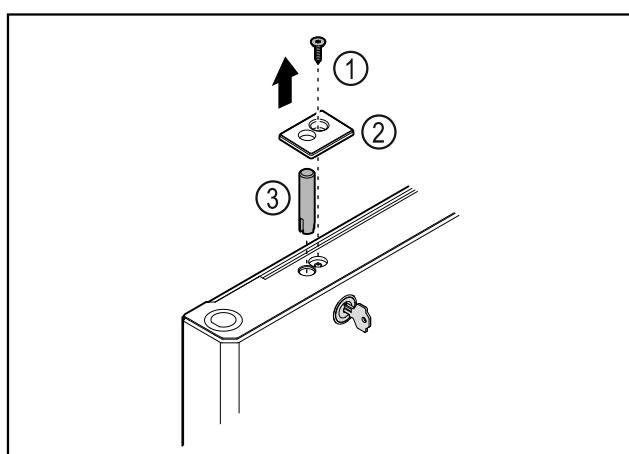

Fig. 42
- Отстранете винта Fig. 42 (1).
- Откопчайте капака Fig. 42 (2) с малка отвертка и го свалете.
- Изтеглете болта на ключалката Fig. 42 (3).